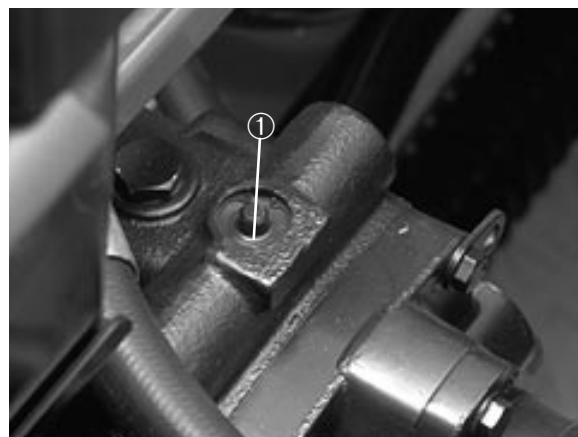

Fig. 18
1. La valvola di bypass si trova sopra la pompa a cilindrata variabile (Fig. 18). Girare la valvola a 90° in una qualsivoglia direzione per aprirla e lasciare bipassare l'olio all'interno. Ora che il fluido viene bipassato si può spostare la macchina, lentamente, senza arrecare danni alla trasmissione.